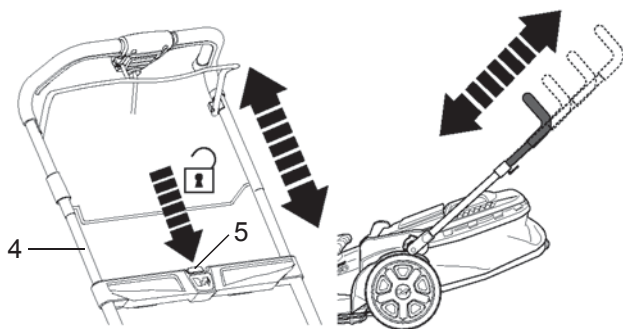

Fig.14
- > Appuyez sur le bouton de déverrouillage [5] et poussez ou tirez la poignée supérieure [4] à la hauteur souhaitée (Fig.14). Au cours de ce réglage de la hauteur, maintenez la touche enfoncée.